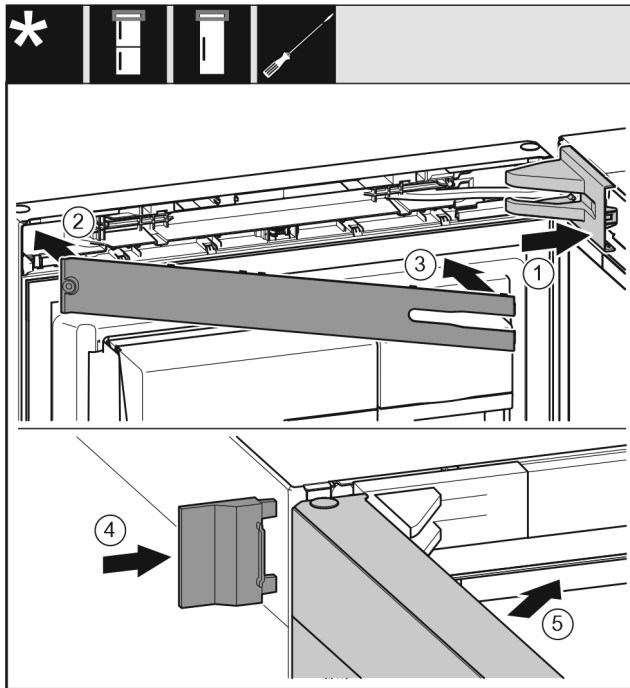

Fig. 44
- ▶ Helyezze fel és pattintsa be a csapágybak fedelét Fig. 44 (1), szükség esetén óvatosan nyomja szét.
- ▶ Helyezze fel a takarólemezt Fig. 44 (2).
- ▶ Fordítsa be és pattintsa be a takarólemezt Fig. 44 (3).
- ▶ Tolja fel a külső fedelet Fig. 44 (4).
- ▶ Csukja be a felső ajtót Fig. 44 (5).